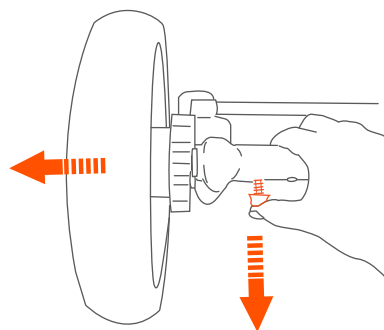

Fig. 16
- 16)** • Para quitar las ruedas traseras, presione el pasador de metal ubicado en el eje trasero y retire la rueda (Fig. 16).